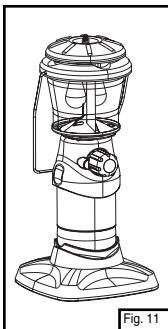

Fig. 11
- Placez la lanterne dans son socle. (Fig. 11)